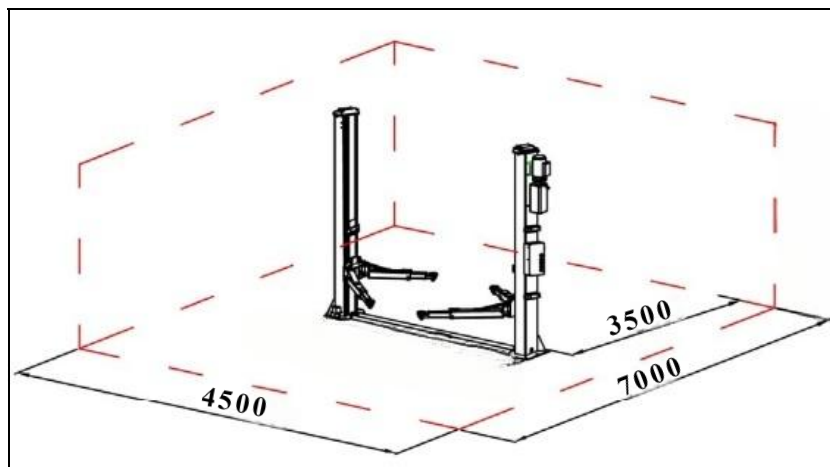

Figure 4 : Schéma d'aménagement de la zone de travail
**7.1 L'appareil doit être installé dans un local fermé exempt de poussière et autres polluants, disposant d'un éclairage suffisant (éclairage minimal de 100 lux). Les colonnes du pont élévateur doivent être posées en respectant des distances de sécurité réglementaires par rapport aux murs, piliers et autres équipements. La distance minimale entre une colonne et un mur est de 1000 mm. Un espace suffisant doit être conservé à l'avant et à l'arrière du pont pour accueillir tous types de véhicules (voir figure 4). Prévoyez un passage de sécurité suffisant pour**